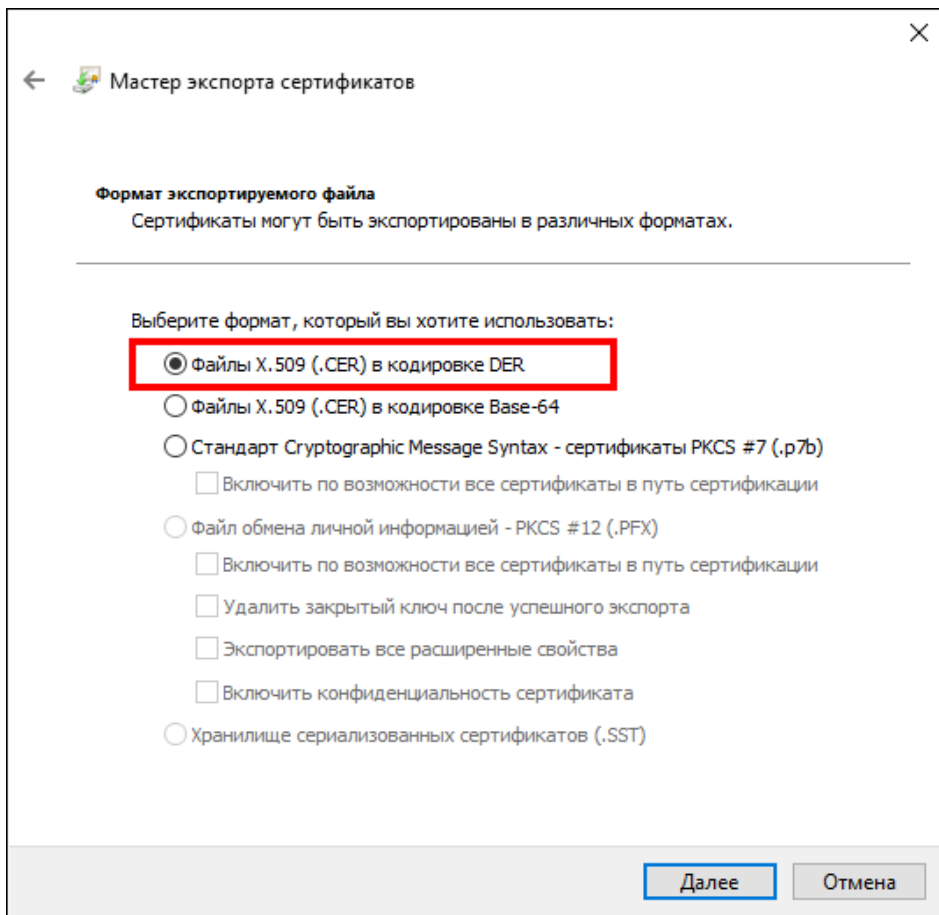

Рисунок 521 - Формат экспортируемого файла
5. Выберите **Файлы X.509 (.CER)** в кодировке **DER** и нажмите **Далее** (Рисунок 521).